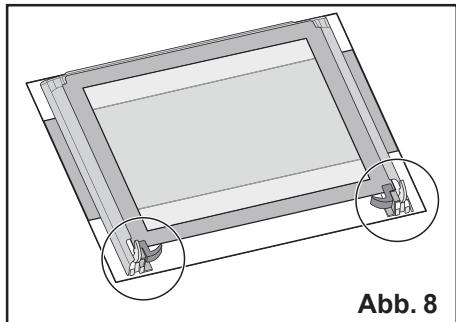

Abb. 8
6. legen Sie die Tür auf festem Boden ab (Abb. 8) und schützen Sie die Oberfläche des Griffes mit einem weichen Tuch;